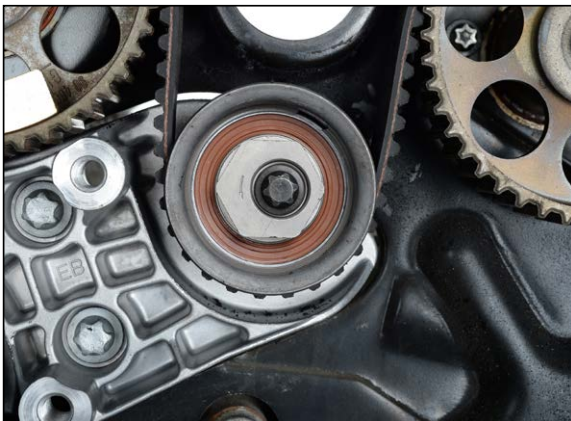
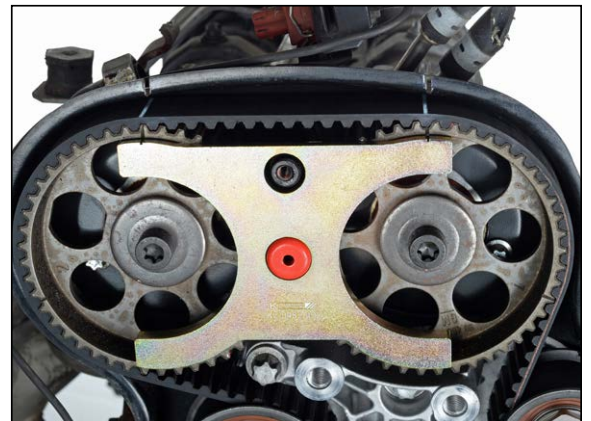

Fig. 21
Fig. 22
11. Rodar o excêntrico da polia de desvio superior com a chave tensora OE (MKM-6038) ou um alicate para bomba de água no sentido contrário ao dos ponteiros do relógio até a ponta do excêntrico ficar aprox. na posição das 9 horas (Fig. 21) e as marcações das rodas da árvore de cames e do gabarito de controlo OE (KM-800-20) ficarem alinhadas (Fig. 22). Apertar a polia de desvio superior com um binário de 40 Nm.
16. Inserir o gabarito de controlo OE (KM-800-20) nas rodas da árvore de cames „1“ e „2“. As marcações das rodas da árvore de cames e do gabarito de controlo (KM-800-20) estão alinhadas (Fig. 22). Se as marcações não coincidirem, realizar o ajuste novamente como descrito no ponto 11.